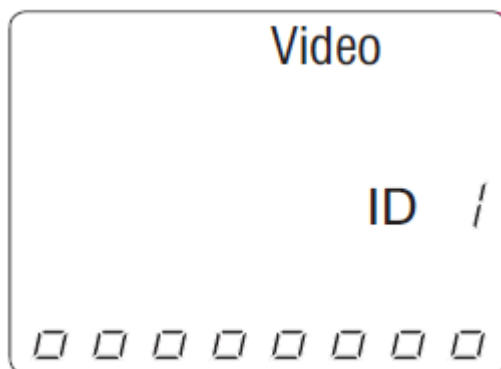

Рисунок 10. Обнаружен удаленный коаксиальный идентификатор.
4. Чтобы включить тестер и войти в режим идентификации (ID), нажмите кнопку O/ID. На дисплее будут отображаться следующие результаты разводки проводов.
- В нижней части дисплея появляется последовательность символов «o», указывающая на активный режим идентификации (ID).
- Если обнаружены удаленные идентификаторы, загорается тип разъема и в поле ID на экране дисплея появляется цифровое значение (от 1 до 19), показывающее номер удаленного идентификатора, подключенного к тестируемому кабелю (смотрите рисунок 10).